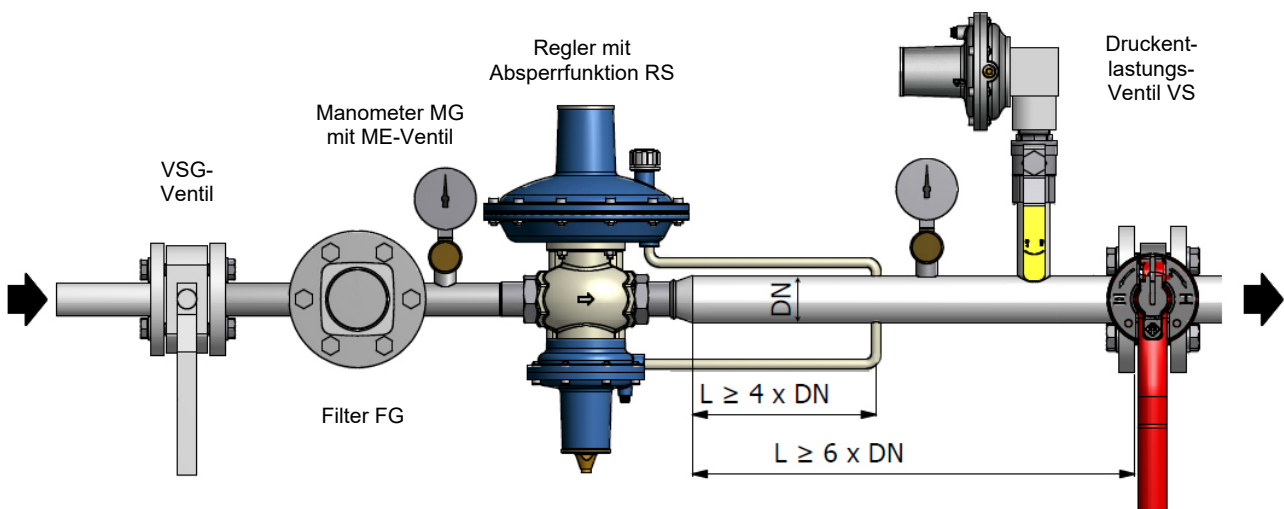

Abb.2 – Installationsbeispiel mit anderen ELEKTROGAS Komponenten
- Falls eine externe Impulsleitung erforderlich ist, sollte diese in einem Abstand von mindestens $4x DN$ vom Regler in einem geraden Rohrleitungsabschnitt angeschlossen werden (siehe Abb. 2)